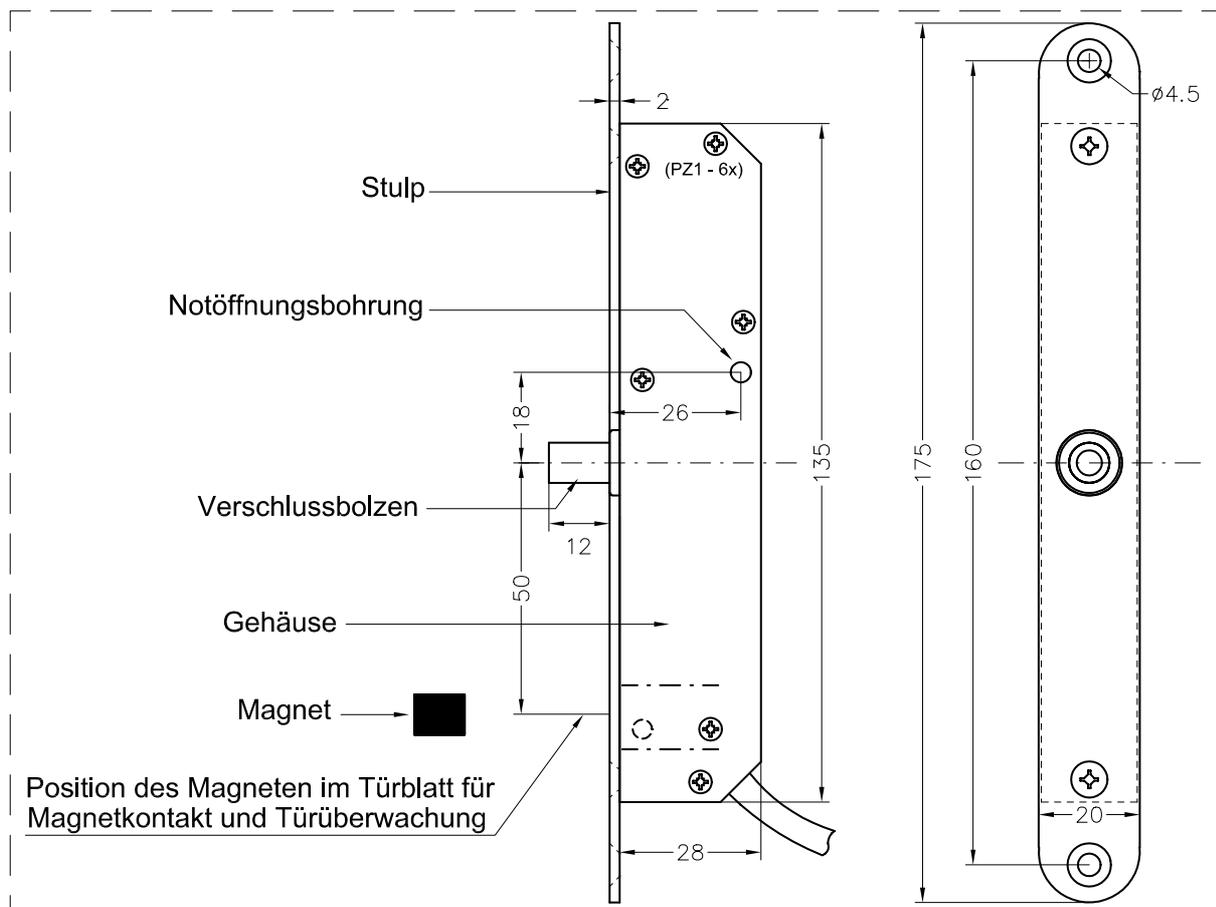

Abbildung 2-2 - Einbaumaße Sperrelement
Die exakten Einbaumaße sind der *Abbildung 2-1* und *Abbildung 2-2* zu entnehmen. Nähere Angaben zur Notöffnung sind unter *Kapitel 2.1.4* sowie *Kapitel 3* zu finden. Optional sind zur Montage des Sperrelementes Winkelstulp, Aufbaugehäuse / Gegenstück und weiteres Zubehör verfügbar.
Die korrekte Position des Magneten kann der *Abbildung 2-2* entnommen oder mit Hilfe der beiliegenden Bohrschablone für den Magnetkontakt ermittelt werden.
- Nach Installation des Sperrelementes im Türrahmen mit Hilfe der Bohrschablone zur Notöffnungsbestimmung oder anhand der Einbaumaße aus *Abbildung 2-2* die Bohrung für die Notöffnung am Türrahmen markieren.